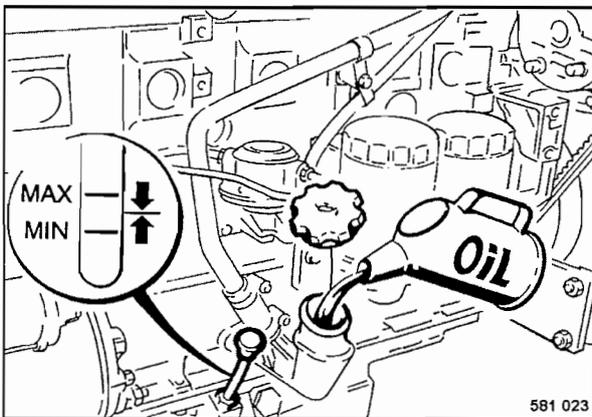

Fig. 56
- Extraer la varilla de medición de aceite (Fig. 56), limpiarla con un paño limpio y libre de hilachas y volver a introducirla hasta el tope.